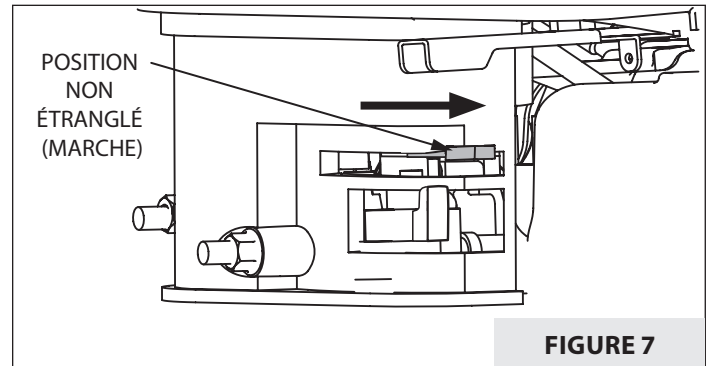

FIGURE 7
11. Une fois le moteur chaud, déplacer lentement le levier du volet de départ jusqu'en position de **MARCHE** normale. **VOIR FIGURE 7.**